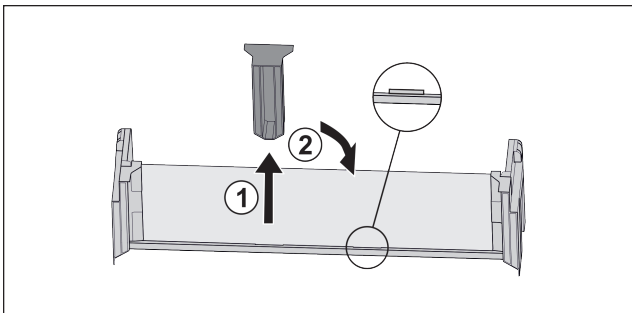

Fig. 76
► Mittleres Halteteil abziehen Fig. 76 (1).
► Mittleres Halteteil auf zweiter Position einsetzen Fig. 76 (2).